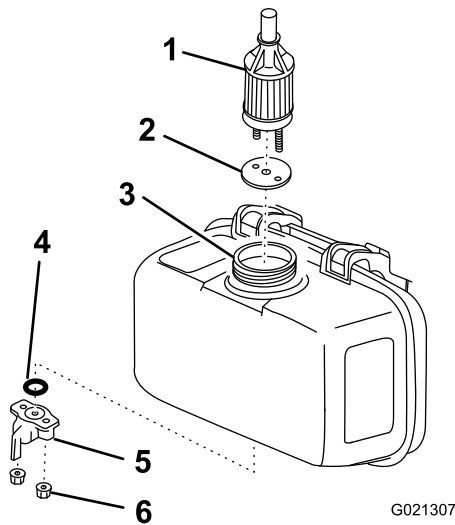

Figura 41
5. Afloje las tuercas situadas debajo de la palanca de cierre de combustible (Figura 41).
6. Retire y deseche la junta tórica (Figura 41).
7. Extraiga el filtro de salida de combustible y la junta del orificio de llenado (Figura 41).
8. Instale un nuevo filtro de salida de combustible y una junta a través del orificio de llenado y asiéntelos en el depósito de combustible (Figura 41).
9. Instale una junta tórica nueva en la palanca de cierre de combustible, e instale el conjunto en el depósito de combustible usando las tuercas situadas debajo de la palanca de cierre de combustible (Figura 41).